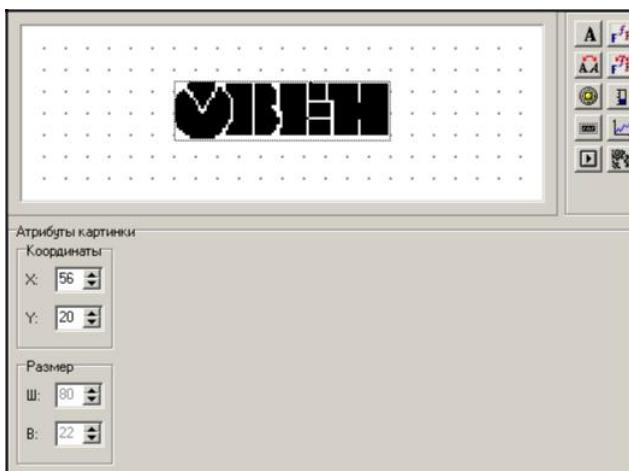

Рис. 4.18. Рисунок
1. Нажать кнопку  Откроется стандартное окно выбора файла. В этом окне нужно выбрать требуемый файл, заранее созданный в графическом редакторе, и нажать кнопку «Открыть». Выбранный рисунок отобразится в области редактирования экрана (см. рис. 4.18).